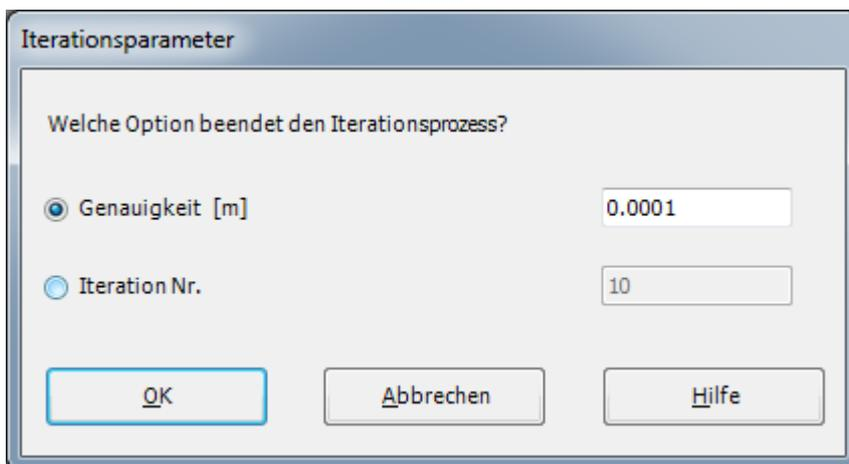

Bild 10.32 Optionsfeld "Iterationsparameter"
- Im Optionsfeld "Iterationsparameter" (Bild 10.32) wählen Sie die Iterationsbedingung